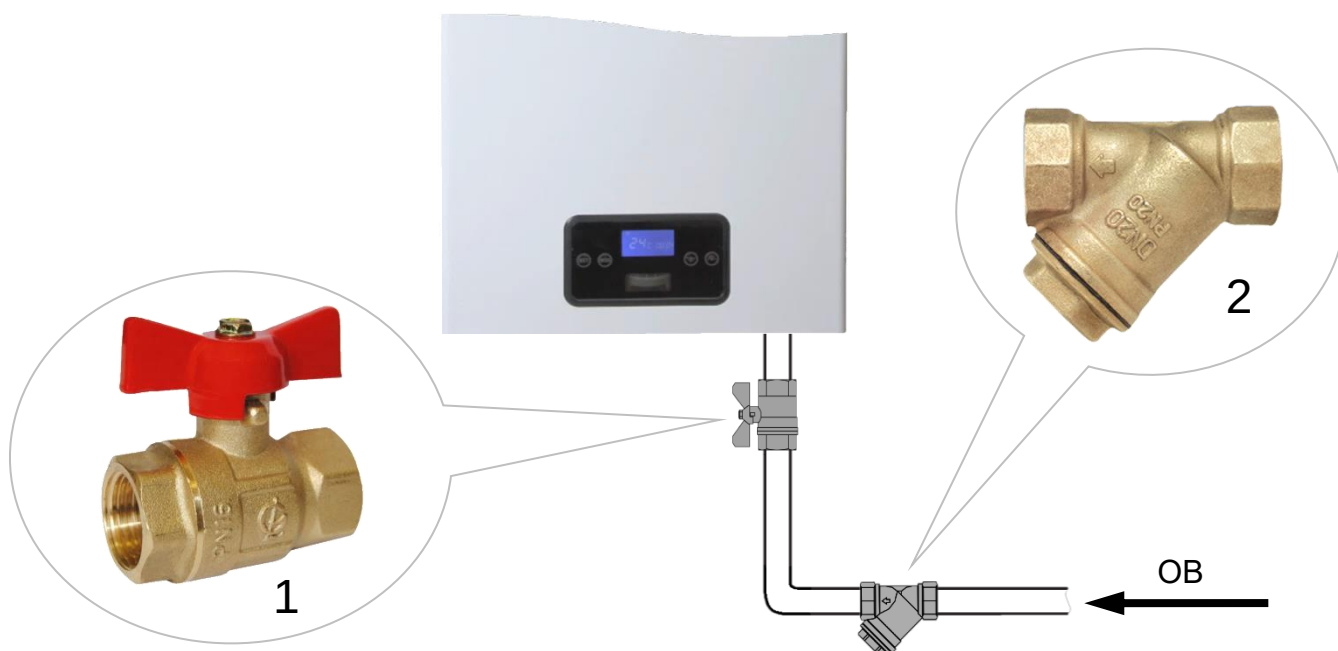

Рис. 22 Монтаж труб системы отопления и водоснабжения
- Для осуществления ТО котла, **рекомендуется** перед присоединительными патрубками котла установить (смонтировать) запорные краны, которые **должны** быть расположены так, чтобы их поворотные ручки были доступны (См. Рис. 22).
- **Настоятельно рекомендуется** на обратном трубопроводе СО, на входе ОВ в котёл установить косой сетчатый фильтр для очистки ОВ от нежелательных примесей и отложений (См. Рис. 22). Рекомендуется устанавливать фильтр с сеткой (фильтрующим элементом), у которой размеры ячеек 300-500 микрон.